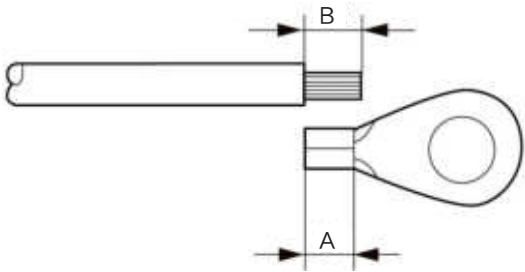

图3.16 剥线长度
- 3. 将接地线缆绝缘层剥去合适的长度（见图3.16）。
4. 将剥开的线缆插入OT端子压接区域，然后使用液压夹将端子压接到线缆上（参见图3.16）。